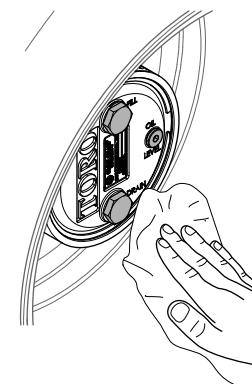

Рисунок 68
3. Начисто протрите корпуса планетарного редуктора и тормоза (Рисунок 68).